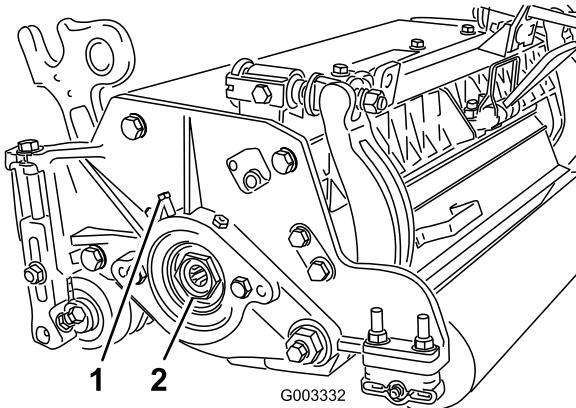

Figura 33
- Afloje el tornillo de fijación exterior que sujeta la tuerca de ajuste del cojinete al alojamiento del cojinete situado en el lado izquierdo de la unidad de corte (Figura 33).